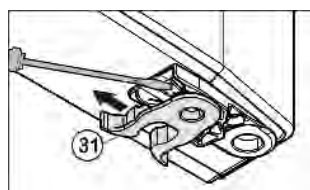

Fig. 7
- ▶ Снимите пробку (21).
- ▶ Открутите (26) опорный кронштейн (25).
- ▶ Полностью выкрутите установочный винт (40) и вкрутите на противоположной стороне на нижнем опорном кронштейне, чтобы он был заподлицо с этим кронштейном.
- ▶ Открутите (29) опорную деталь (28) и, переставив в отверстие на противоположной стороне опорного кронштейна, снова прикрутите.
- ▶ Переставьте пробку (21) в свободное отверстие.
- ▶ Выкрутите болт (27) и переставьте его на противоположную сторону.
- ▶ Снова прикрутите опорный кронштейн (25) на новой стороне шарнира (**с моментом 4 Нм**). При необходимости используйте аккумуляторный шурупверт.
- ▶ Снова закрутите опорный палец (22) с шайбой.
- ▶ Затяните установочный винт (40).
- ▶ переставить пружинный зажим Fig. 7 (31): Нажать вниз язычок защелки, снять с него пружинный зажим.